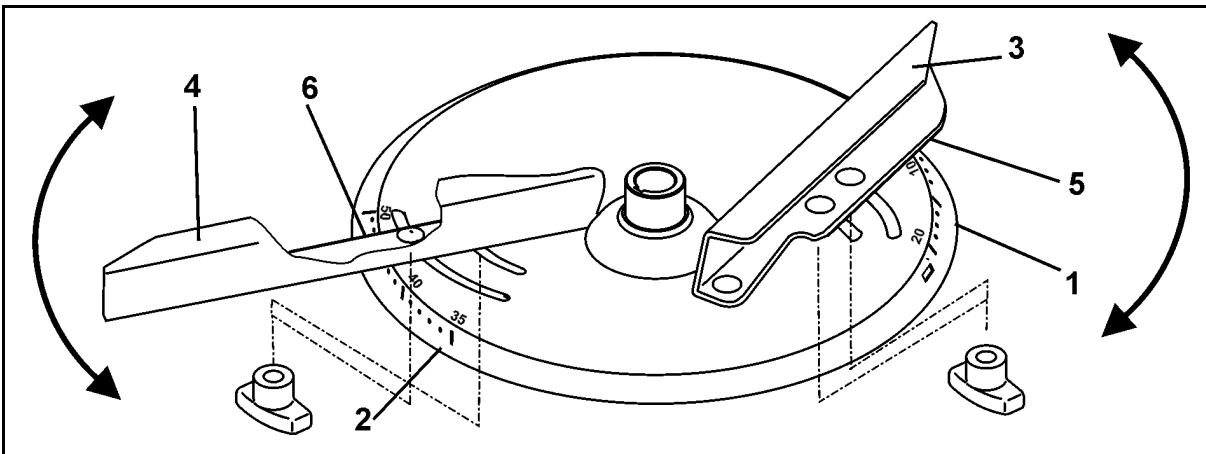

图 67
为了精确、免工具地设置各撒肥叶片的位置，每个撒播盘上配置两个不同的、不易混淆的刻度尺（图 67/1 和图 67/2）。
- 短撒肥叶片（图 67/3）的刻度尺（图 67/1）数值从 5 到 28 而长撒肥叶片（图 67/4）的刻度尺（图 67/2）数值从 35 到 55。
- 短撒肥叶片（图 67/3）在读取边（图 67/5）旁读取设置值。
- 长撒肥叶片（图 67/4）在读取边（图 67/6）旁读取设置值。
- 撒肥叶片转到刻度尺（图 67/1 或图 67/2）上较高数值，工作宽度变大。